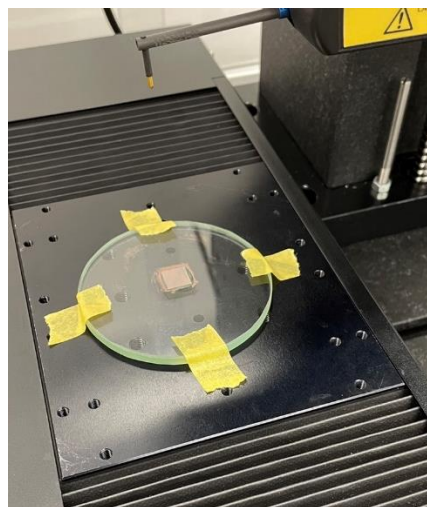

図 7 試料設置方法
- (7) 計測台に試料をマスキングテープ等で固定する(図 7)